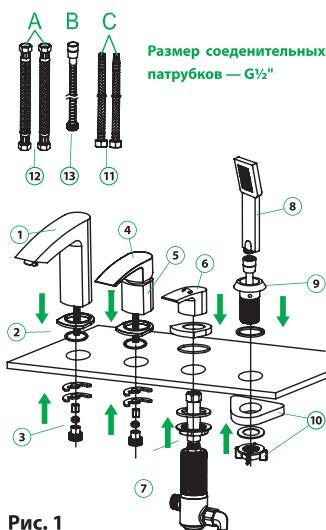

Рис. 1
1. Для включения/выключения напора воды и регулировки температуры используйте рукоятку корпуса смесителя (5) (см. рис. 1).
2. Для переключения потока воды с излива на лейку для душа и наоборот используйте ручку механизма переключения душ/излив (дивертора) (6).